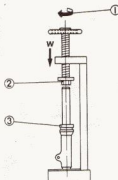

Bild 181
- Gabelstandrohr (7) in die geschützten Backen (Holz, Gummi, Aluminium) eines Schraubstocks einspannen.
- Gummikappe (17) mit Schraubenzieher abheben.
- Verschlussstopfen (19) mit Schraubenzieher etwa 1 mm weit nach unten (weiter geht es nicht) drücken (Heller einsetzen!) Mit Reissnadel und kleinem Schraubenzieher Sprengling (18) ausbauen.
- Durch die Federkraft der unter Vorspannung stehenden Gabelfedern (8 und 9) rutschen die Bauteile 19 mit aufgezogenem Gummiring 20 heraus. Kurze Feder (8) und lange Feder (9) entspannen sich dabei. Vorsicht, bei plötzlicher Entspannung fliegen die Bauteile in hohem Bogen meist an Stellen der Werkstatt, wo man sie nur schlecht wiederfindet!
- Kurze Feder (8), lange Feder (9) und zwischen beiden Federn liegenden Federteiler (21) aus Gabelstandrohr herausnehmen. Der Federteiler (21) hat die Form einer Scheibe 20×27,5×1,5 mm.
- Staubsichtung (3) mit Schraubenzieher aus ihrem Sitz herausheben und über das Standrohr hinweg abnehmen.
- Federstahl-Klemmring (4) unter der Staubsichtung vorsichtig aus seiner Nut heraushebeln.
- Trick zum Ausbau der Wellendichtung (5): lange Feder (9) einsetzen, Rohr bis oben mit Öl füllen. Verschlussstopfen (19) mit aufgezogenem O-Ring einbauen und mit Sprengling (18) sichern.
- Wenn Körperkraft allein nicht reicht, um genügend hohen Druck zu erzeugen, mit einfachen Mitteln eine Spindelpresse bauen, die nach dem Prinzip im Bild 181 arbeitet.